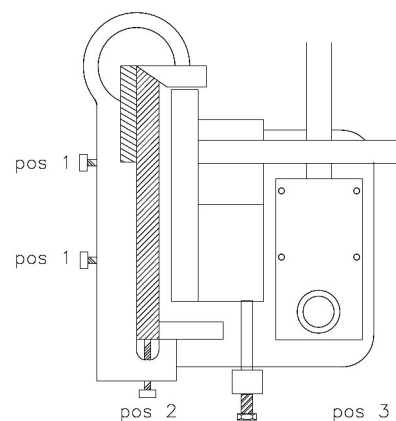

Fig. 26 : Réglage d'une lame avec rayon
4. Si nécessaire, abaissez un peu plus la barre inférieure à l'aide des vis de réglage (figure 26, pos. 3).